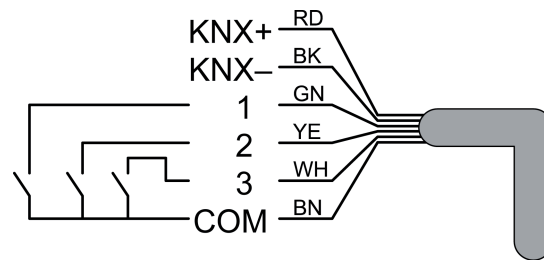

Bild 4
- Ggf. potentialfreie Kontakte (6) an Eingänge anschließen (Bild 4).